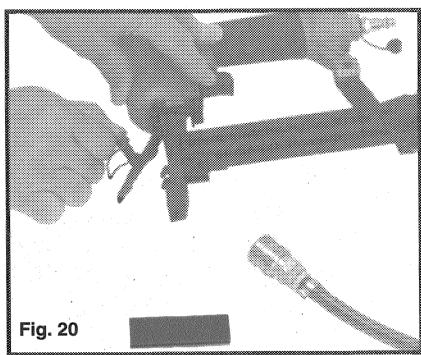

Fig. 20
3. Ouvrez le levier de relâchement rapide et faites pivoter la plaque de guide des éléments de fixation (voir Fig. 20).